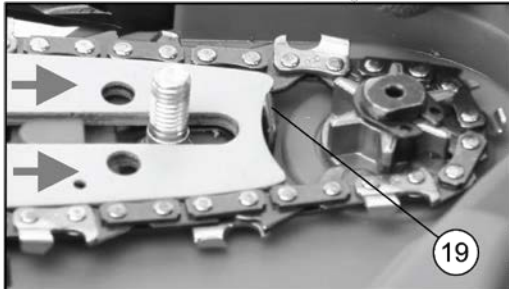

Рисунок 3
3.1.4 Вставте шину на пластину механізму натягувача ланцюга так, щоб край шини впирався в натяжний важіль (19, рисунок 3) і натисніть в бік привідної зірочки. Розмістіть ланки ланцюга навколо приводного зубчастого колеса (зірочки) пили.